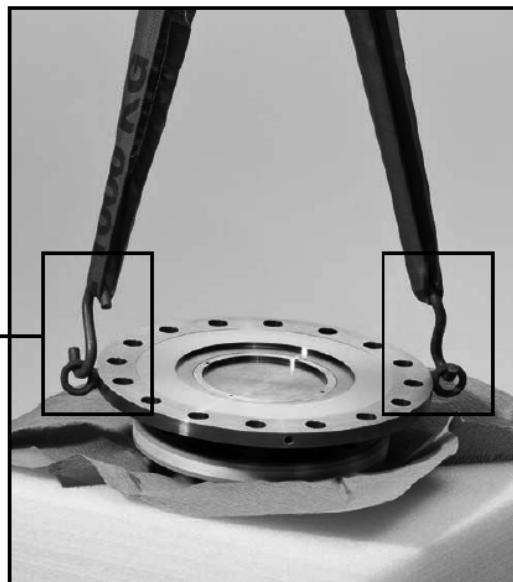

図4.1:ローターに付属している輸送および取付用のアイボルト
上げて包装から取り出せます（図4.1を参照）。
6. ローターを慎重に吊り上げて、取り付ける位置まで移動します（図4.1を参照）。